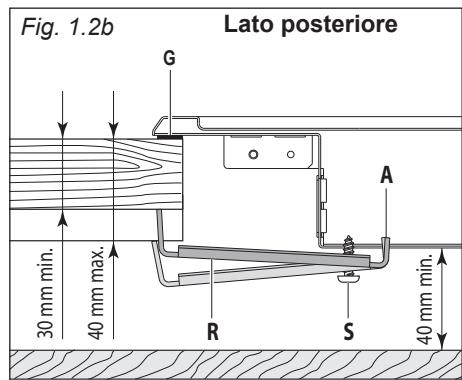

Fig. 1.2b
- Rovesciare il piano cottura e montare le alette "F" e "R" negli appositi alloggiamenti, avvitando le viti "S" di qualche giro soltanto. Fare attenzione a montare correttamente le alette come illustrato nelle figure 1.2b, 1.2c. Ruotare le alette in modo che non impediscano l'inserimento del piano cottura nello spacco.
- Sistemare le alette "F" e "R"; il dente "A" delle alette deve entrare nell'apposito foro (fig. 1.2b, 1.2c).